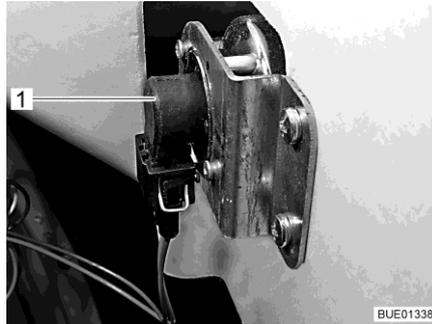

Bild 164 Fahrtrichtungsanzeiger
- Hinter den Lampenhalter (Bild 164,1) greifen.